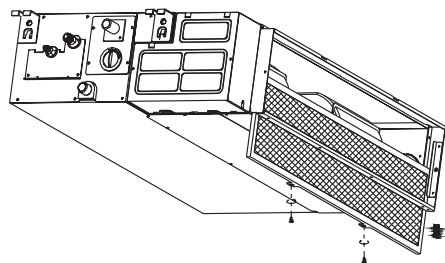

Рис. G1
1. Для моделей с вентилятором в задней части. Отверните 2 винта, которыми крепится фильтр, и снимите фильтр (см. рис. G1).